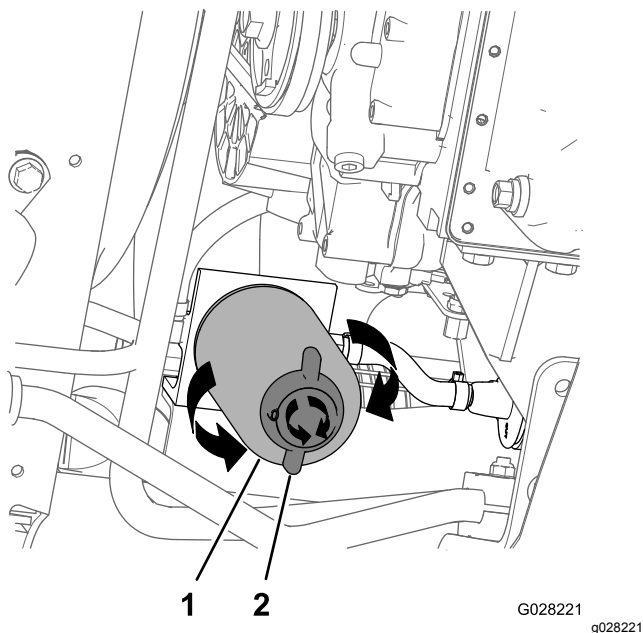

Bild 76
4. Stellen Sie eine Auffangwanne unter den Kraftstofffilter, siehe Bild 76 in Auswechseln des Wasserabscheider-Filter \(Seite 62\).
4. Reinigen Sie den Bereich um den Wasserabscheider-Filter und die Befestigung des Filteradapters (Bild 76).
5. Entfernen Sie den Wasserabscheider-Filter (Bild 76).
9. Stellen Sie sicher, dass das Ablassventil unten am Wasserabscheider-Filter ganz nach rechts gedreht ist (Bild 76).
2. Stellen Sie eine Auffangwanne unter den Wasserabscheider-Filter (Bild 76).
3. Drehen Sie das Ablassventil unten am Wasserabscheider-Filter nach links (Bild 76).